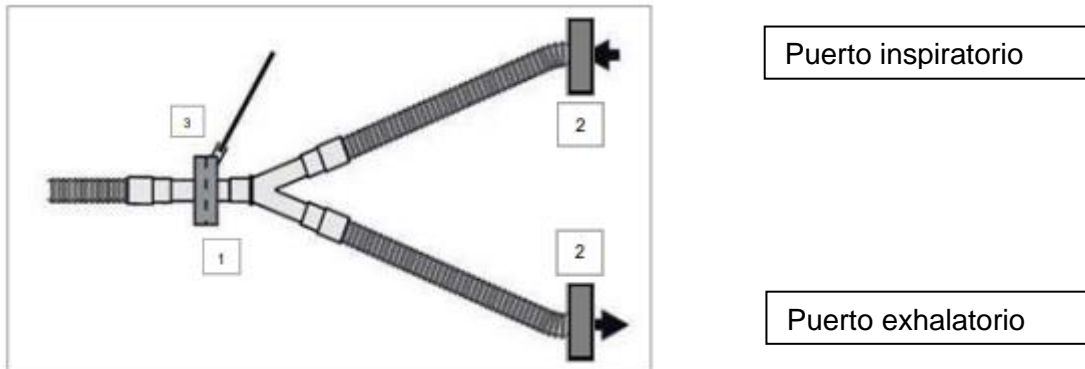

Figura 2 Configuración recomendada para pacientes pediátricos (volumen tidal aproximado de 30-300ml)
- Use un filtro HME o HMEF como TwinStar 25 (MP01815), TwinStar 10^a (MP01825) o TwinStar 8 (MP01820) entre el tubo endotraqueal y la pieza en Y del circuito de paciente (vea posición 1/ figura 2)
Precaución: La línea de muestreo de la máquina de anestesia debe de estar conectado del lado del filtro BDF o HMEF que da al equipo (vea posición3 / figura 2). Si un filtro es usado entre el tubo endotraqueal y la pieza en Y del circuito de paciente y la línea de muestreo está conectada del lado del filtro que da al paciente, aire puede ser extraído de los pulmones del paciente si el filtro se atasca.
- Use filtros mecánicos BSFs (adultos) como el Dräger SafeStar 55 (MP01790) tanto en el puerto exhalatorio como en el inspiratorio de la máquina de anestesia (vea posición 2 / figura 2).